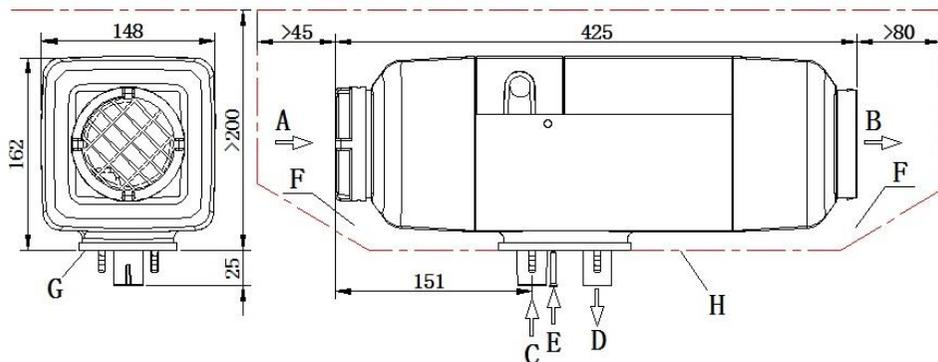

图 10
4.2.2 为保证取暖空气的畅通和便于主机的安装与维修、保养, 安装位置必须有合适的空间, 其尺寸见图 10 点划线所示范围。
主机底面与车身安装面之间的空隙(图 10-F)不能有任何干涉物。